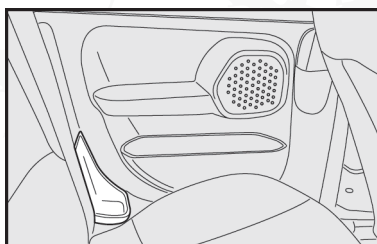

fig. 88
- En la parte lateral trasera de la 700 CC fig. 88.